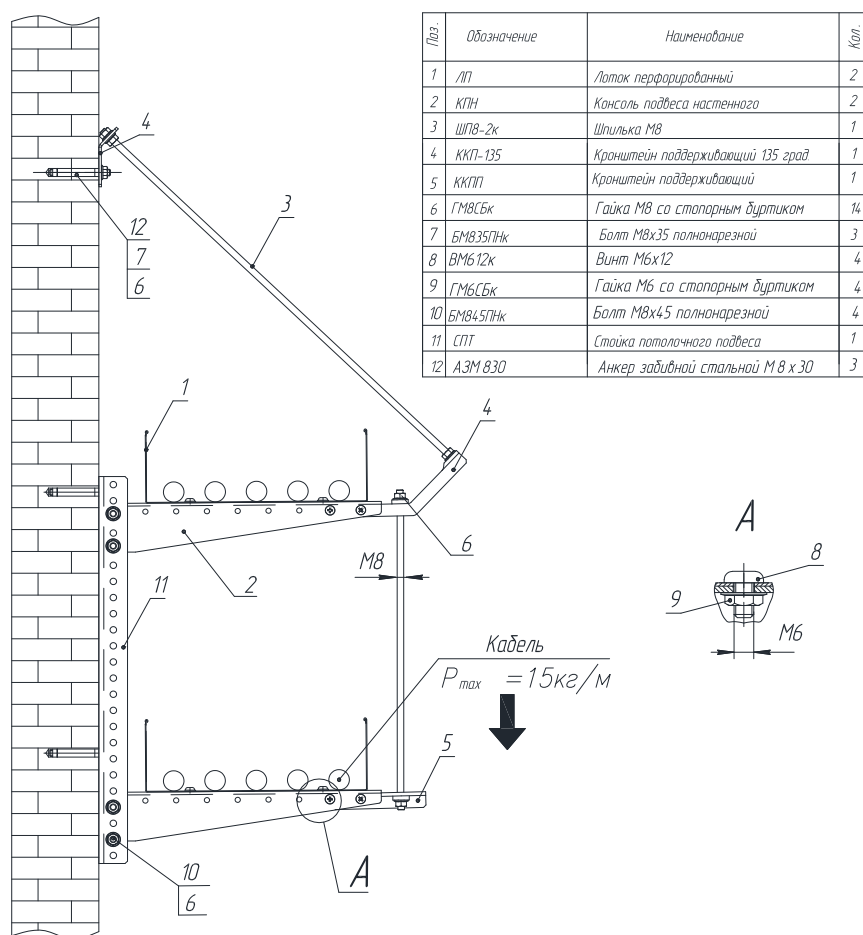

Рис.12 Крепление ОКЛ с помощью поддерживающей шпильки
12. При настенном монтаже, крепление поддерживающей шпильки под углом к стене осуществляется с помощью кронштейна, поддерживающего ККП-135, анкера забиваемого стального АЗМ830 и болта БМ835ПН. Если трасса состоит из 2-х ярусов, то крайние точки настенных консолей фиксируются с помощью кронштейнов ККПП, поддерживающей шпильки ШП8 и гаек со стопорным буртиком ГМ8СБ (см. рис.12).